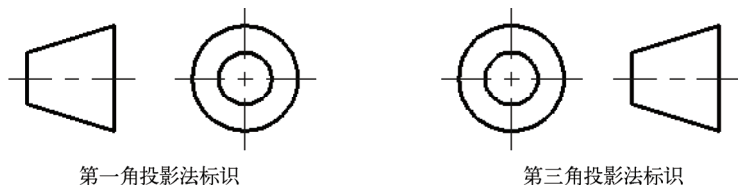

图 9-49 根据图形参考创建两个图块
- (1) 如何理解图块的含义？
- (2) “创建块”按钮和“写块”按钮在应用上有什么异同之处？
- (3) 如何理解属性定义的概念？
- (4) 如何将属性附着到块上？将属性附着到块上有什么用处？
- (5) 如何更改在插入带属性的块时出现提示的显示顺序？
- (6) 如何清理块定义？注意在清理块定义之前必须先删除块的全部参照。
- (7) 请分别绘制图 9-49 所示的两组图形，具体尺寸自行设定，并分别将这两组图形创建成块。